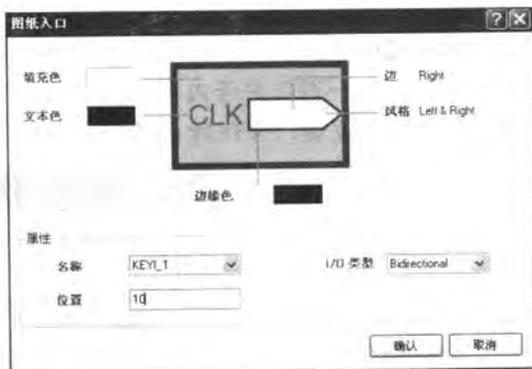

图 4-60 【图纸入口】对话框
- [3] 双击所放置的图纸入口（或在放置状态下按 **Tab** 键），系统将弹出如图 4-60 所示的【图纸入口】对话框，在该对话框内可以设置图纸入口的相关属性。